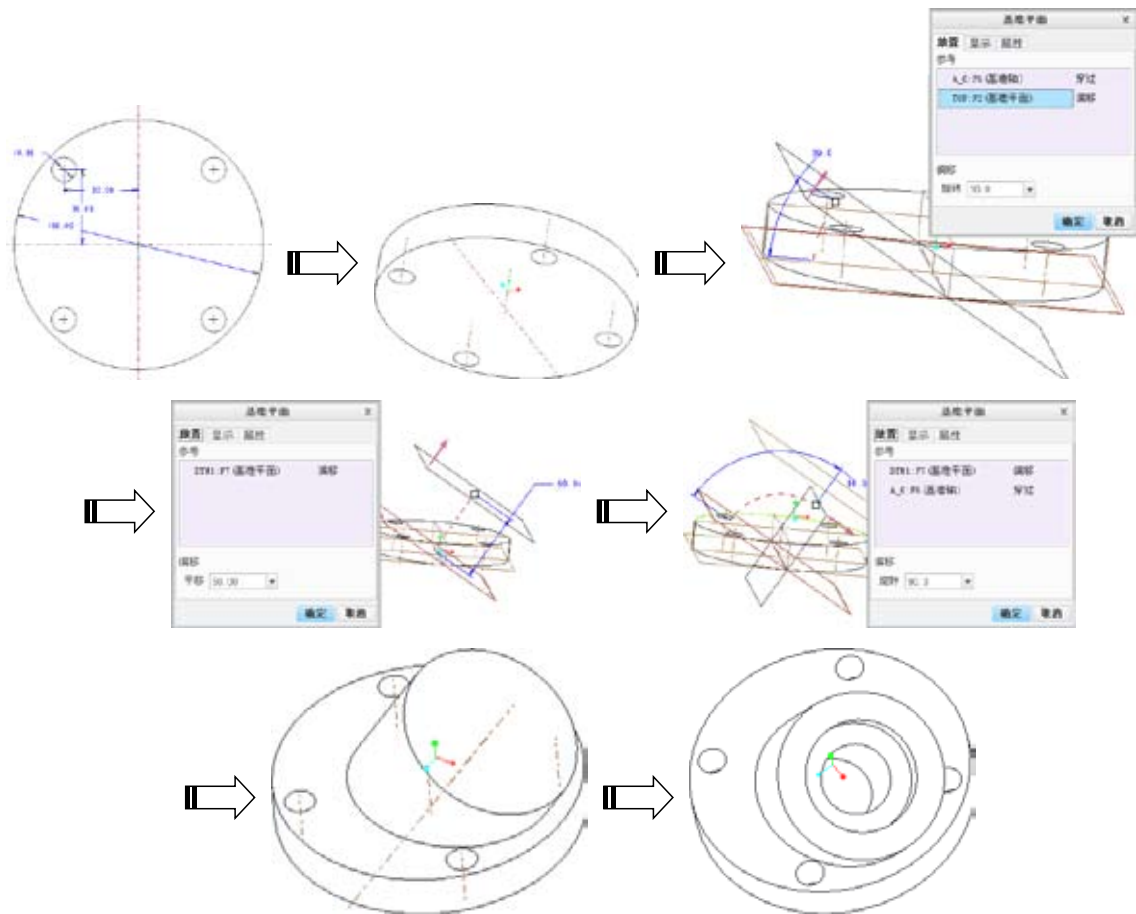

图3-124 管道接头创建流程
- 07 钻孔。单击【工程】命令组中的【孔】按钮，钻孔。管道接头创建流程如图3-124所示。